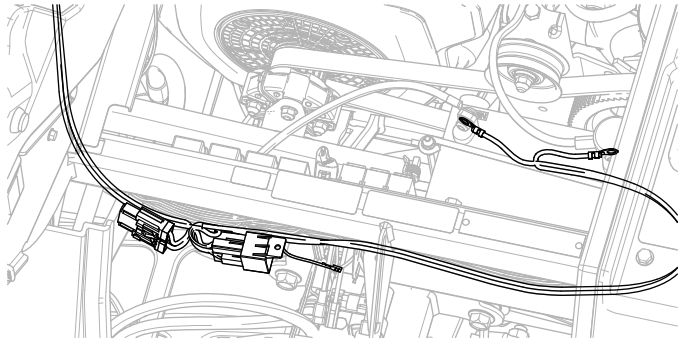

图4
1. 从电池开始，将电源线束沿着减震支撑管下方布放（图4）。